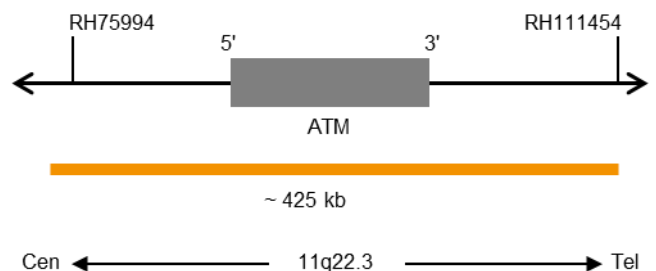

Abb. 1: SPEC ATM Sondenlokalisation (nicht maßstabsgetreu)
- ZyOrange (Anregung 547 nm/Emission 572 nm) markierten Polynukleotiden (~4,5 ng/μl), die gegen Sequenzen in 11q22.3* (chr11:107,957,618-108,380,921) gerichtet sind, welche die ATM-Genregion enthalten (siehe Abb. 1).